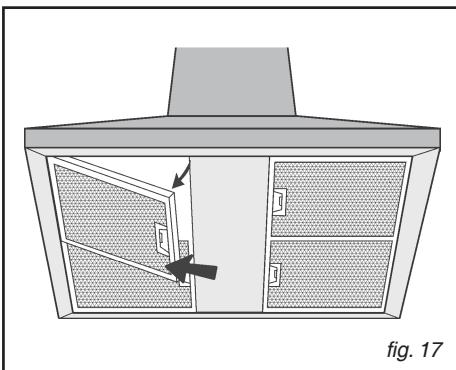

fig. 17
##### • Démontage des filtres à graisse (fig.17)
- Enlever les filtre à graisse (Fig. 17): à l'aide de la poignée, pousser l'arrêt vers l'intérieur et tirer le filtre vers le bas.
- Pour extraire les filtres à charbon (A), déposer les blocages filtres M.